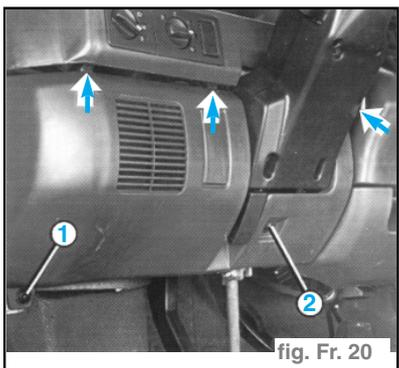

fig. Fr. 20
- Déposer la protection inférieure de la commande de direction en opérant sur les vis (1 et 2) et sur les points de fixation indiqués. (fig. Fr. 20)